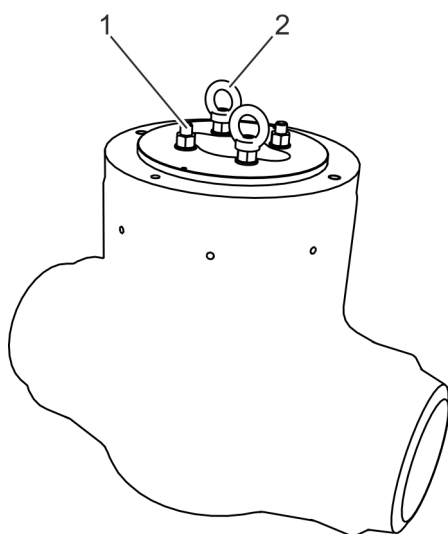

Fig. 4: Fijar los cáncamos hembra a la tapa
- 1.** ➔ Enrosque los cáncamos hembra (Fig. 4/2) a los espárragos roscados (Fig. 4/1) de la tapa.
- 2.** ➔ Asegúrese de que las roscas de los cáncamos hembra (Fig. 4/2) estén totalmente enroscadas en los espárragos roscados (Fig. 4/1).
- 3.** ➔ Fije los cáncamos hembra (Fig. 4/2) al equipo de elevación con sistemas de amarre adecuados.